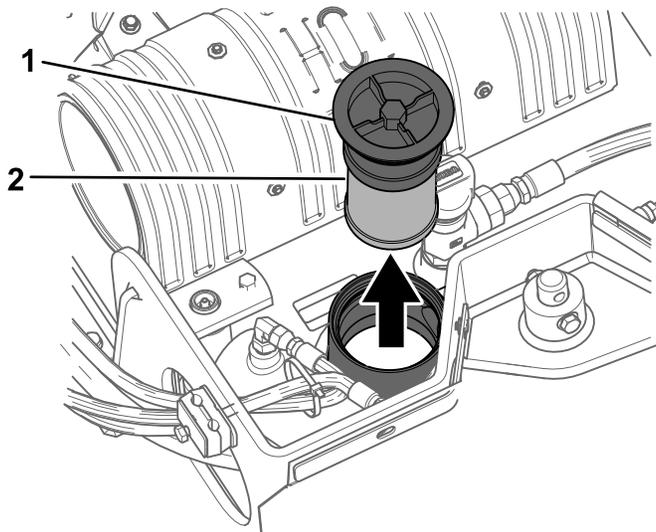

図 58
5. 油圧オイルタンクの注油口周辺とキャップをきれいに拭き、ソケットレンチで補給口からキャップとフィルタを外す 図 58。
4. 古いフィルタを外して捨てる 図 58。
5. 新しいフィルタを取り付け、キャップをして上部ボルトを  $21-25 \text{ N}\cdot\text{m}$   $2.3-2.8 \text{ kg}\cdot\text{m}$  =  $200-240 \text{ in}\cdot\text{lb}$  にトルク締めする 図 58。
5. 油圧オイルタンクのフィルタとキャップ 図 58 を取る。
10. フィルタを取り付け、キャップをして上部ボルトを 21-25 N·m 2.3-2.8 kg·m = 200-240 in·lb にトルク締めする 図 58。